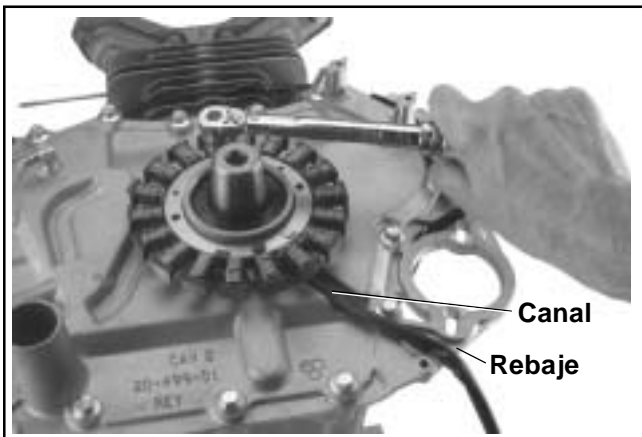

Figura 10-42. Instalación del estátor.
1. Coloque el estátor sobre los resaltes de montaje de forma que los cables queden dentro del canal y de los rebajes de la placa de cierre. Ver Figura 10-42. Quedarán encerrados cuando se instale la carcasa del ventilador.